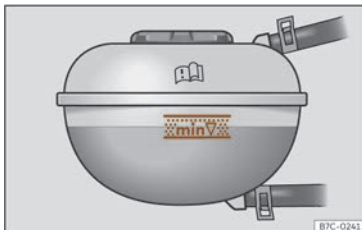

Fig. 193 En el vano delantero: marca en el depósito de expansión del líquido refrigerante.
- Con el motor frío, compruebe el nivel del líquido refrigerante en las marcas laterales del depósito de expansión >>> **fig. 193**. El nivel del líquido refrigerante deberá encontrarse entre las marcas.
- El nivel del líquido refrigerante deberá encontrarse entre las marcas del depósito de expansión >>> **fig. 193. No rebasa nunca el borde superior de la zona marcada** >>> △.
- Al añadir líquido refrigerante, no rebase el borde superior de la zona marcada >>> **fig. 193.** De lo contrario, cuando suba la temperatura, el líquido sobrante será expulsado del sistema de refrigeración del motor y podría causar daños.